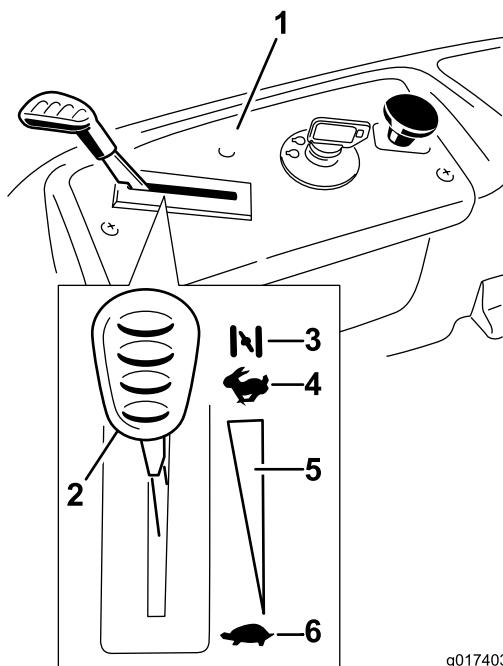

Figura 13
- Prima di avviare il motore a freddo spostate la leva dell'acceleratore in posizione Starter (Figura 13).
- Quando il motore è acceso, muovete la leva dell'acceleratore in posizione Fast (Figura 13).